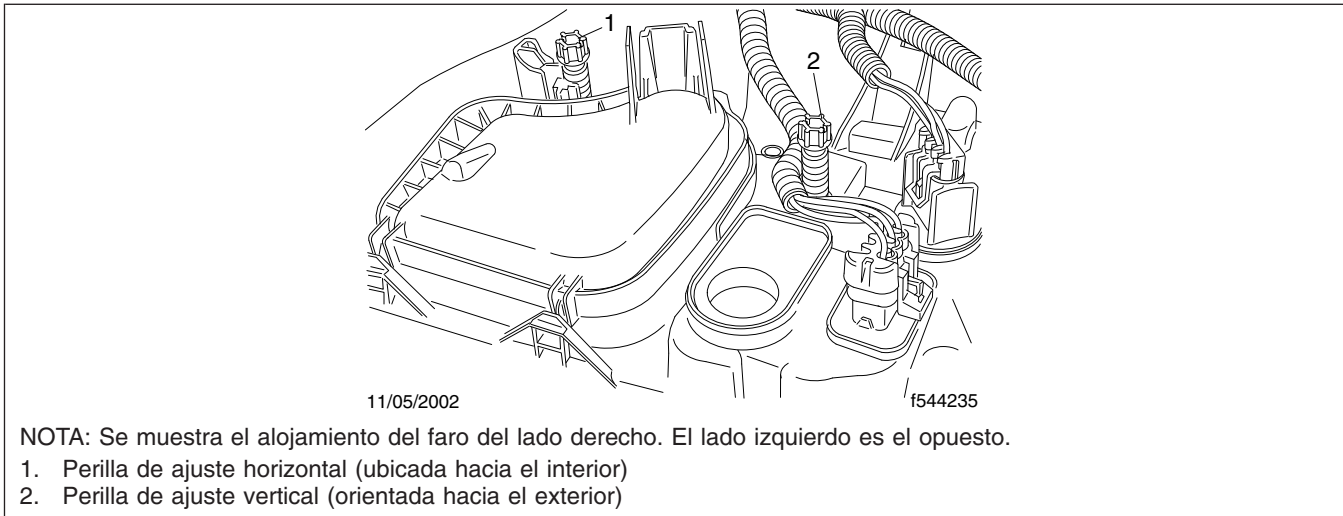

Figura 14.4, Perillas para ajustar los faros
1. Levante la solapa que está sobre el extremo trasero del alojamiento del faro para dejar expuestas las dos perillas de ajuste de plástico en cada faro. Vea la Figura 14.4.